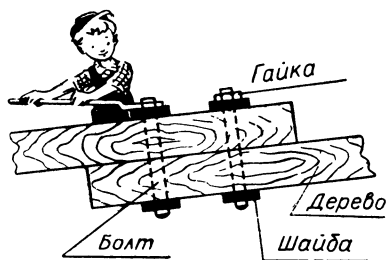

Рис. 19. Крепление деревянных брусьев болтами
1. Шайбы увеличивают площадь опоры. Это ведет к уменьшению давления гайки при ее закручивании, и она не врезается в дерево (рис. 19).